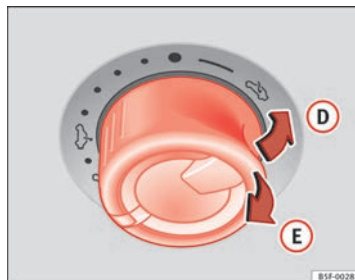

Fig. 63 No revestimento interior do tecto: pressione o comutador e puxe-o para levantar e fechar o tecto.
⇒ Fig. 63
- Durante os 5 segundos seguintes após o disparo da função antientalamento, mantenha o comando puxado para trás ⇒ Fig. 63 (seta ⑤E) até que o tecto de abrir panorâmico fique completamente fechado.